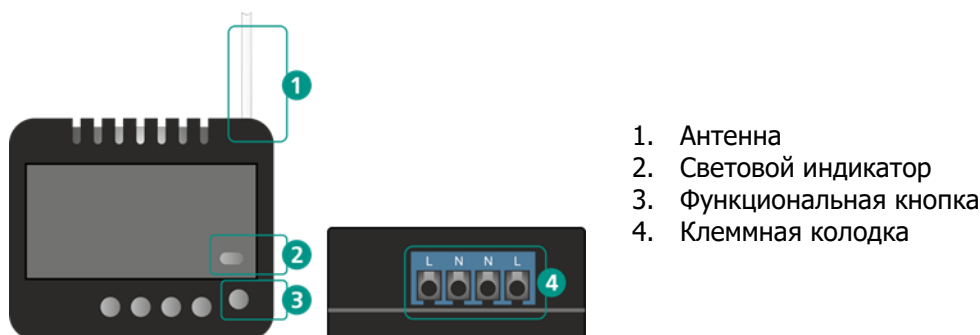

Рисунок 3.1 — Внешний вид реле
3. При установке реле в подрозетник выведите его антенну (1, рисунок 3.1) наружу и разместите под пластиковой рамкой розетки. Чем дальше антенна будет расположена от металлических конструкций, тем меньше шанс экранирования радиосигнала.